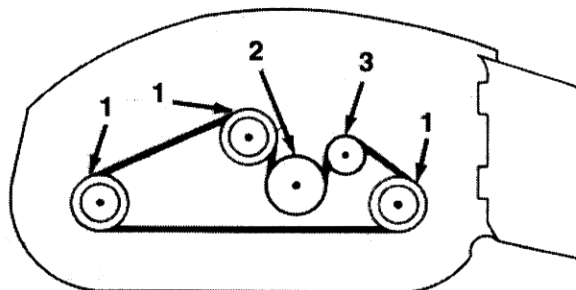

Fig 12—Percorso della cinghia
2. Rimuovere il dado che fissa l'ancora a molla alla vite mordente nella sede (Fig. 12). Alzare l'ancora dalla vite mordente e lasciare che la cinghia si afflosci.
del mandrino, alla puleggia della scatola del cambio ed alla puleggia folle (Fig. 12).